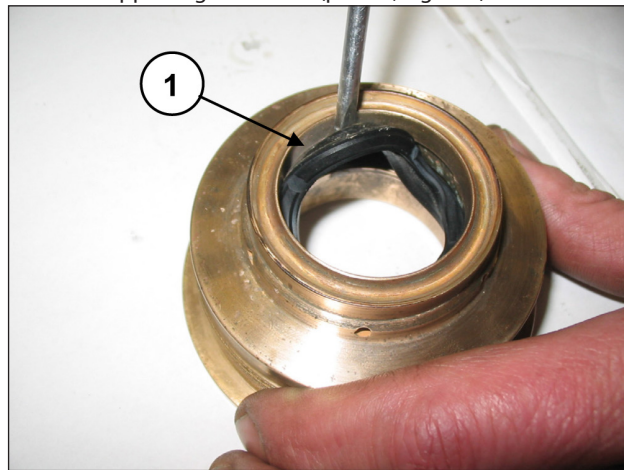

Fig. 148
Per togliere la guarnizione di bassa pressione è necessario utilizzare uno spessimetro o un attrezzo che non danneggi la sede del supporto guarnizione (pos. ①, Fig. 148).